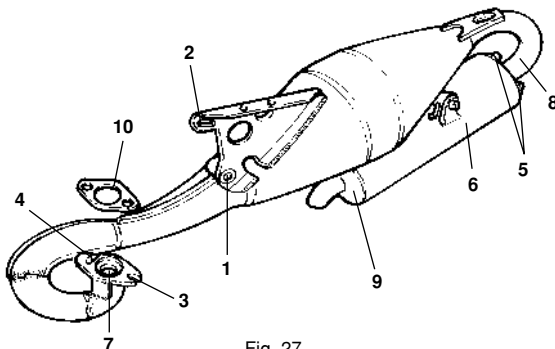

Fig. 27
- Die Schrauben an den Bohrungen (1-2-3-4) (Fig. 27) entfernen;
- Die Muttern (5) abschrauben und den Schalldämpfer (6) abmontieren;
- Das Innere des Auspuffkrümmers (7), der Stutzen (8) überprüfen, das innere Teil (9) herausziehen und die Löcher im Schalldämpfernetz (6) kontrollieren.